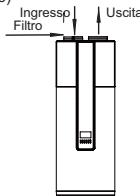

Figura 3-14
- 5) Installazione del filtro all'ingresso dell'unità. Nel caso di unità con condotto, il filtro deve essere posizionato all'ingresso del condotto. (Figura. 3-14/3-15)